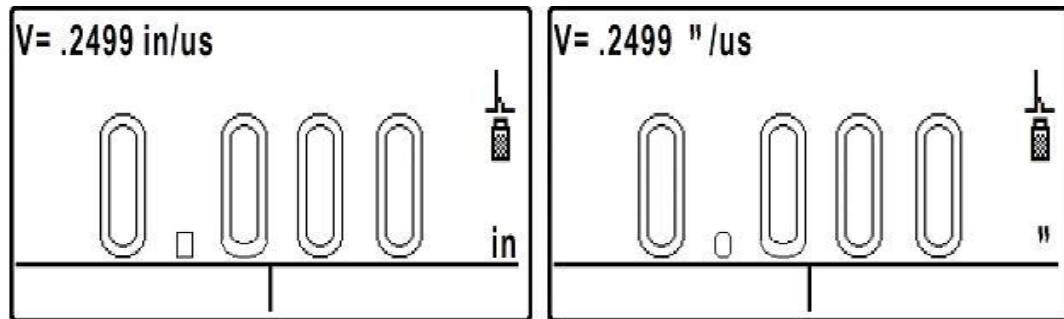

Figura 32: Pantalla de medición
- o. Entonces el instrumento entra a la pantalla de medición, como se muestra en la Figura 32 y se encuentra listo para ser usado.